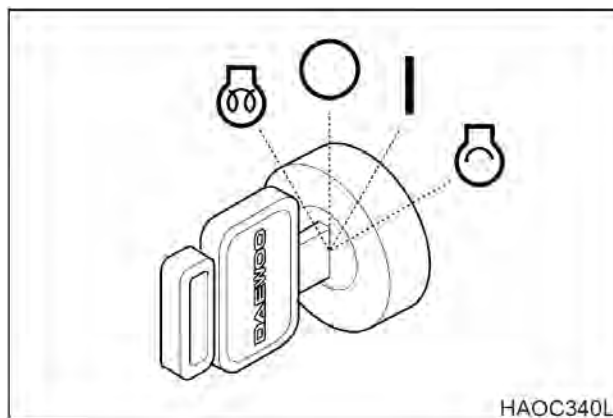

Рис. 15
10. Выключить двигатель поворотом ключа стартера в положение «O» (OFF) (рис. 15).